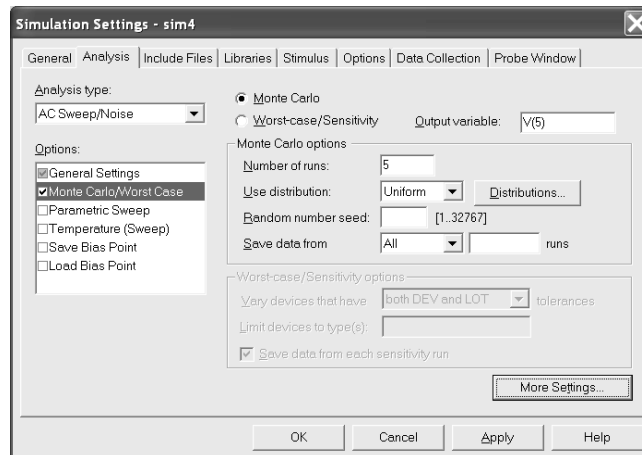

Figura 5.61. Fereastra de fixare a parametrilor analizei Monte Carlo
12. Setați *Number of runs* = 5 (figura 5.61).